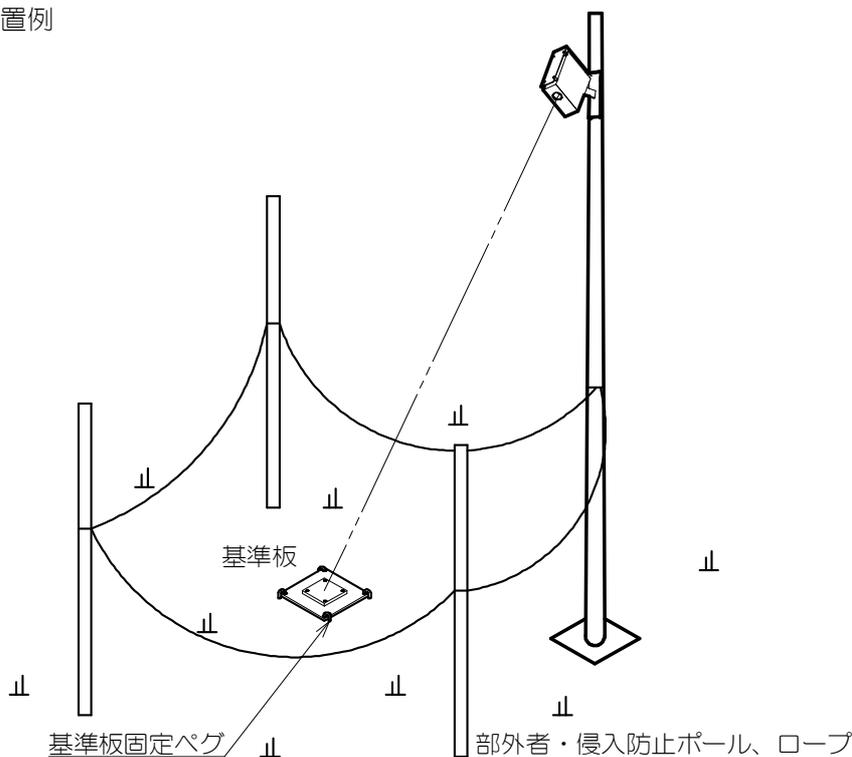

図 3
- ⑥ 端子台……………接地、電源、測定部と接続するための端子台です。
- ⑦ D-sub コネクタ(オス)・RS232C データ出力及び、パソコンから各種設定変更をする時に使用します。ケーブルは、市販のクロス（リバース）ケーブル（D-sub9ピンメスーD-sub9ピンメス2番3番がクロスしているケーブル）をご使用ください。
- ⑧ 取付穴……………本装置を制御盤等に固定するために使用します。寸法詳細は、8 頁図 3 を参照ください。
- ⑨ 製造番号……………製造番号が表記してあります。
- ② 屋外での接続ケーブル引き回しは、必ず保護管（市販品）を使用してください。
- ③ 測定ポイントに人が入って荒らされないように、柵の中に設置するか、図3のように3~4本のポールを立て細いロープを張る（高さ最大積雪深+約1m）等の予防措置をお勧めします。
- ④ レーザー光の反射ターゲットは、必ず付属の基準板を使用してください。
- ⑤ 後述の動作試験時、レーザー光（赤色）が基準板の中央にあることを確認の上、ペグを打込み固定してください。この時、レーザー投・受光部は、絶対に直接覗き込まないでください。